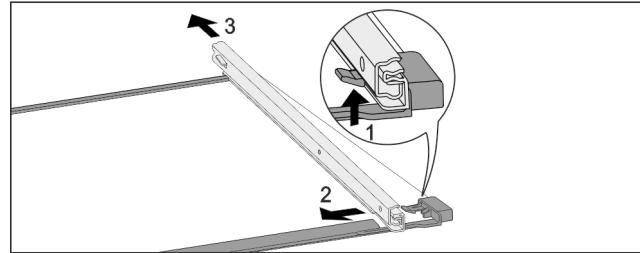

Fig. 107 Steklena plošča z vodili
- ▶ Sprednji zaskočni kaveljček potisnite navzgor. Fig. 107 (1)
- ▶ Izvlečno vodilo potisnite Fig. 107 (2) na stran Fig. 107 (3) in nazaj.